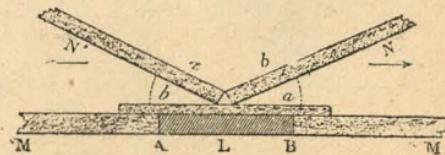

Fig. 195.—Imantación.
2.º *Procedimiento de doble contacto.*—Se colocan las dos extremidades *b* y *a* de la barra que se quiere imanar, sobre los polos contrarios *A* y *B* de dos imanes poderosos (fig. 195); después se toman otros dos imanes de igual fuerza cuyos polos contrarios *A'* y *B'* se aplican al centro de la barra, inclinándolos sobre ella. Estos dos polos están separados por una piececita de madera, y corresponden á los polos de los imanes fijos. Hecho esto, se dirige la fricción con los dos imanes inclinados hacia una extremidad de la barra; después hacia la otra, y así sucesivamente, recorriéndola en toda su longitud.
3.º *Método de contactos separados.*—La disposición es la misma que en el método anterior (fig. 195). Se separan uno de otro los dos imanes móviles, haciéndolos resbalar separadamente hacia las extremidades de la barra; después se levantan y se vuelven á colocar en el centro para repetir la misma operación, y así sucesivamente, cierto número de veces, sobre las dos caras.